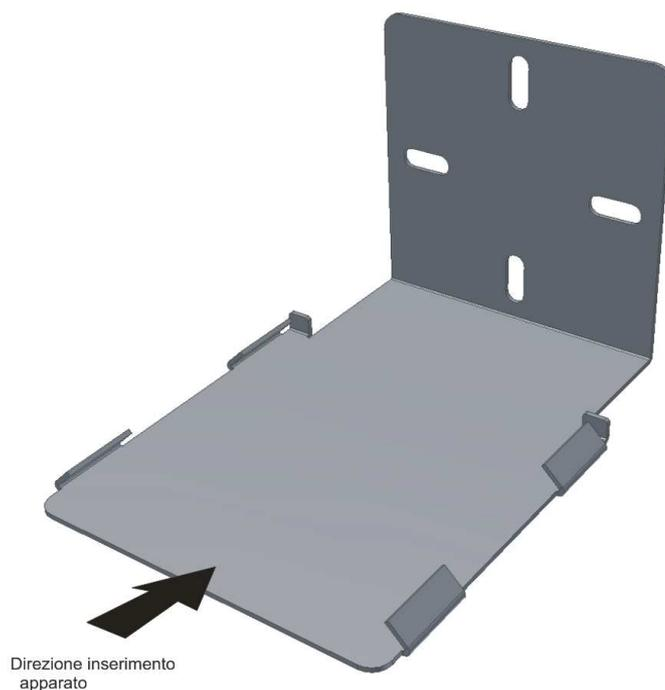

Fig. 7 – Staffa di fissaggio universale
L'apparato è predisposto per il fissaggio a palo e a muro attraverso piastra di fissaggio universale vedi fig.7
- Fissare la piastra di fig 7 al palo mediante fascetta. La piastra è prevista per installazione con tubi verticali e orizzontali.
- Far scorrere la base dell'apparato sulla piastra nella direzione indicata dalla freccia in fig. 7
Fissare mediante tasselli la piastra a muro, Far scorrere la base dell'apparato sulla piastra nella direzione indicata dalla freccia in fig. 7